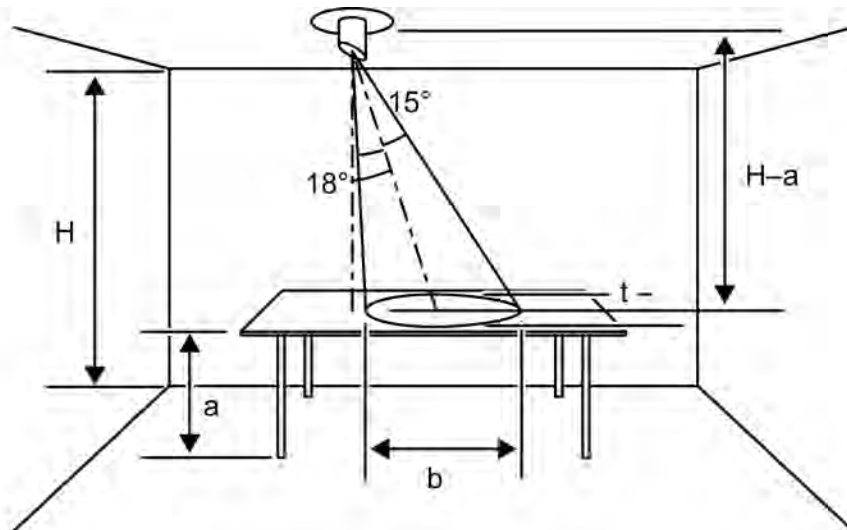

Bild 3: Lichtleitstab mit schrägem Lichteinfall
- Wenn die Montage nicht unmittelbar über Arbeitsfläche möglich ist, den Helligkeitsregler seitlich versetzt montieren (Bild 3). Der Erfassungskegel liegt dann seitlich von der zu messenden Fläche.
Regler sitzt seitlich über der Arbeitsfläche (Bild 3).